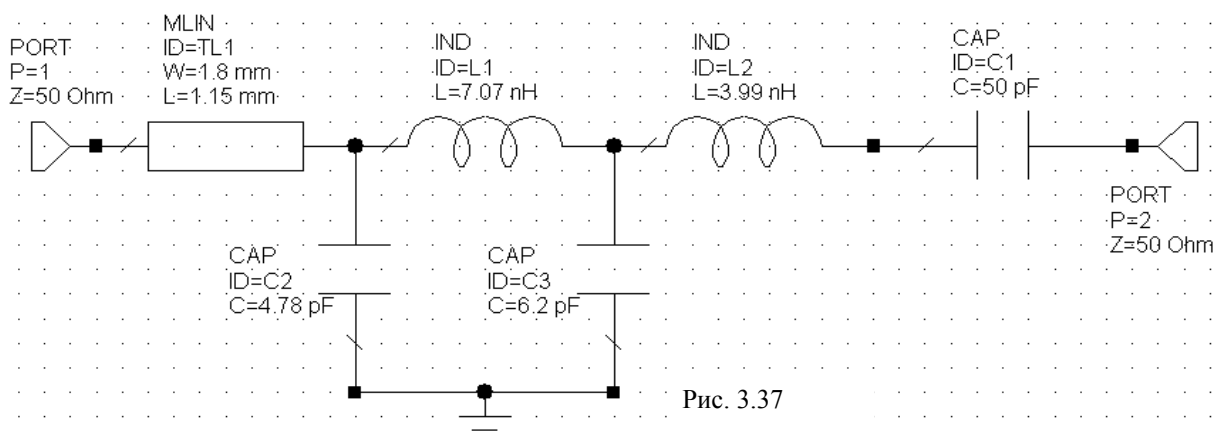

Рис. 3.37
- Дважды щёлкая по элементам схемы, отредактируйте их параметры, как показано на рис. 3.37.